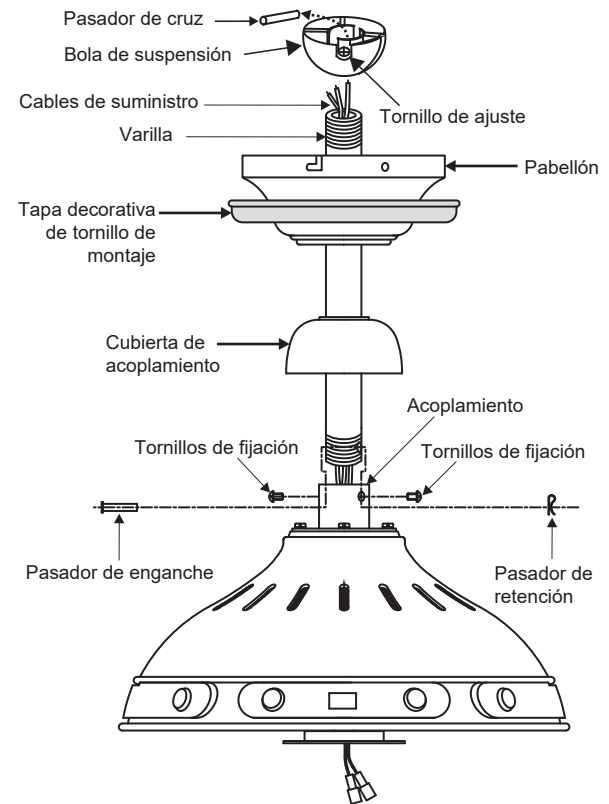

Fig. 6
Paso 1. Retire la bola de suspensión del conjunto de la varilla aflojando el tornillo de fijación, retirando el pasador transversal y deslizando la bola fuera de la varilla. (Fig.6)
Paso 2. Afloje los dos tornillos de fijación y retire el pasador de enganche y el clip de retención del acoplamiento en la parte superior del conjunto del motor. (Fig. 6)
Luego, reemplace el pasador de enganche y el clip de retención. Apriete ambos tornillos de fijación. (Fig. 6)
Enrosque la bola de suspensión en la varilla, inserte el pasador transversal a través de la varilla y apriete. Ahora apriete el tornillo de fijación. (Fig. 6)